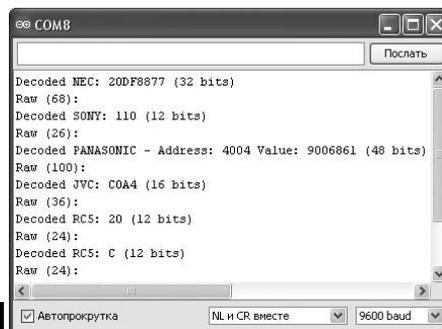

Рис.26
5) Зайти в терминал Arduino: «Сервис–Монитор порта». Запустить на планшете приложение «IR Universal Remote», выбрать в нем тип телевизора, например, LG (см. РА6/2014). Поднести к фотомодулю A1 на близкое расстояние ИК-окошко планшета и нажимать сенсорные кнопки ПДУ. Для разных телевизоров и разных кнопок будут наблюдаться разные отклики в окне терминала (рис.26).
Строки 10-31. Идентификация кнопок «1» и «2» по пяти протоколам. Это зависит от марки телевизора, который выбирается в головном меню приложения «IR Universal Remote». Реальные цифры сигнатур, с которыми сравнивается переменная «r» в **строках 11-14, 17, 18** и т.д., были получены ранее в экспериментах с самодельным тестером ИК-сигналов по образу и подобию рис.26.